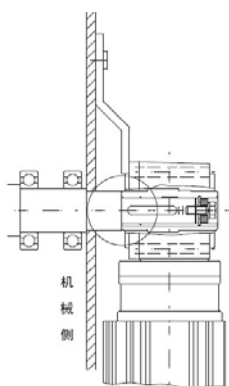
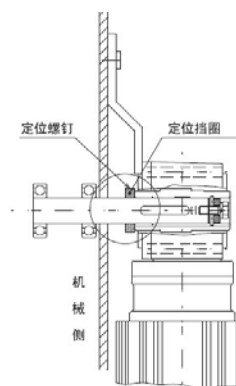

图 DH7 用轴肩定位图
图 DH9 用定位螺钉和定位挡圈定位
a) 减速机在机械侧的轴向定位（例 图 DH7-图 DH9）